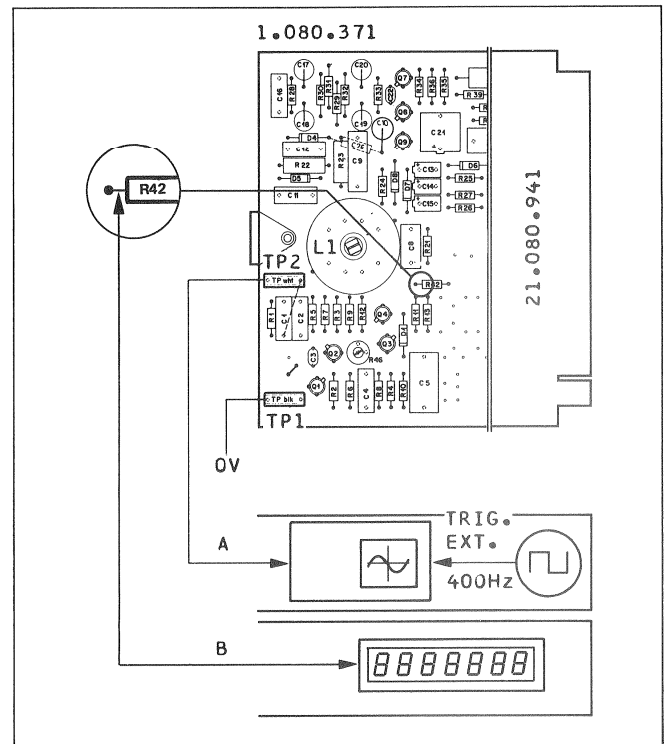

Fig.4.12
- CAPSTAN SERVO PCB "MASTER" -> Fig.4.12
- > Fig.4.12